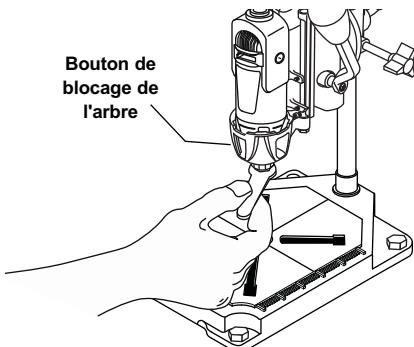

Figure 2. Desserrage/ serrage de la Douille
1. Appuyez sur le bouton de blocage de l'arbre et maintenez-le enfoncé tout en tournant l'écrou de douille et l'arbre. Continuez de tourner l'écrou de douille et l'arbre jusqu'à ce que le blocage s'enclenche et bloque l'arbre (Figure 2).
Enfoncez le cordon dans la pince du cordon (Figure 2), ce qui le maintient éloigné de la zone de travail. Assurez-vous qu'il y a assez de mou dans le cordon pour qu'il ne soit pas tendu quand la perceuse sensible est en bout de course.